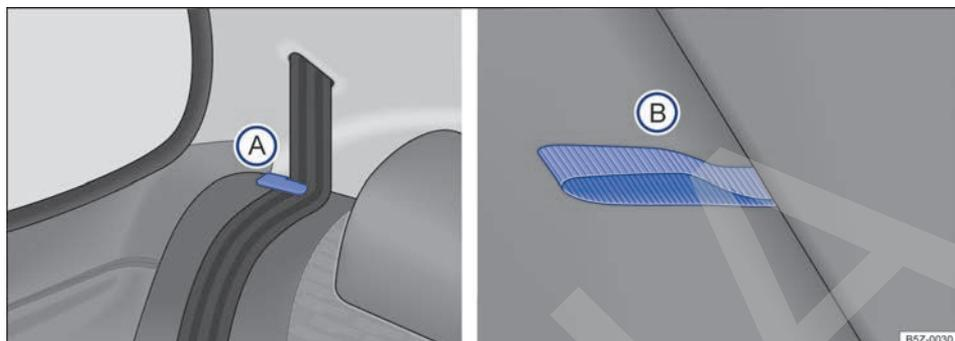

Fig. 77 Asiento trasero: posicionador para las bandas de los cinturones (A); manija para desbloqueo del respaldo (B).
- Encaje las bandas de los cinturones de seguridad en sus respectivos posicionadores ⇒ fig. 77 (A).
- Tire de la manija roja ⇒ fig. 77 (B) para desbloquear la fijación del respaldo del asiento y al mismo tiempo, tire el respaldo sobre el asiento, hasta bloquearlo.
- Retire las bandas de los cinturones de seguridad de los posicionadores ⇒ fig. 77 (A). Para los vehículos con cinturones de tres puntos fijos, vuelva a colocar las lengüetas en los cierres correspondientes.